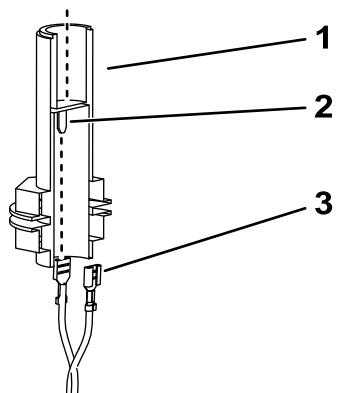

図5
7. ビーコンハーネスのコネクタを、ビーコンソケットコネクタのスペードに接続する 図5